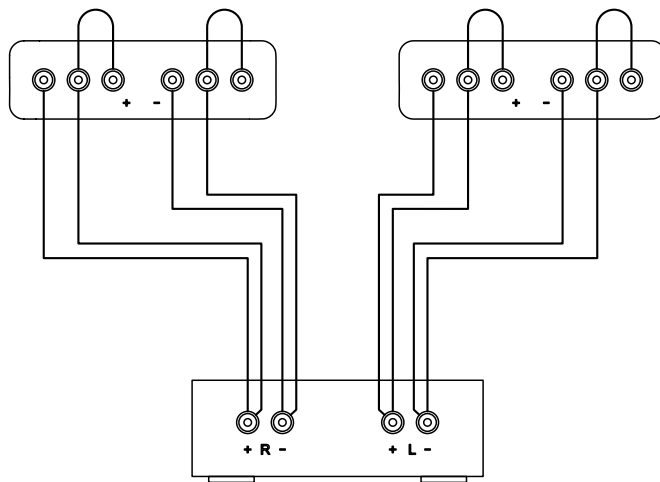

FIGURA 20 / FIGURE 20
- **Ipotesi 1:** è quella che riteniamo preferibile e prevede di alimentare con un cavo di potenza la sezione medio-acuta, sia anteriore sia posteriore, e con l'altro cavo di potenza le sezioni grave + infra-grave. Si dovrà procedere al collegamento solo dopo aver "ponticellato" in maniera opportuna quest'ultime due sezioni, come esemplificato figura 20.